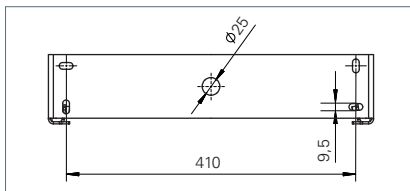

Fig. 4: Bohrbild.
- ▶ Montieren Sie die Wandhalterung mit geeigneten Schrauben an die Wand, siehe Fig. 4.